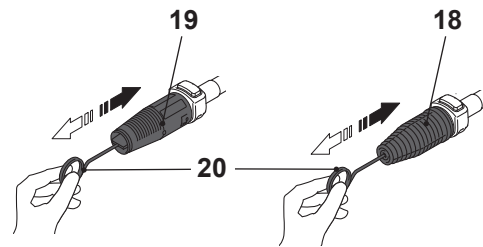

Fig. 23
Eliminar cualquier depósito de suciedad del agujero de la boquilla (18/19) usando la aguja de limpieza (24) (Fig. 23).